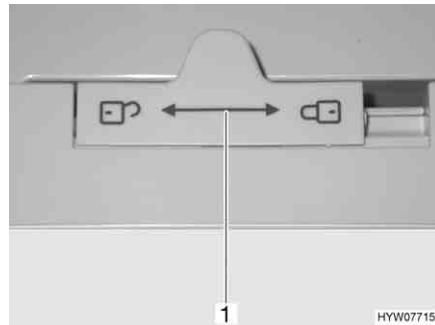

Fig. 154 Bloccaggio della porta del frigorifero (serie Dometic 7)
- Spostare il dispositivo di bloccaggio (Fig. 154,1) verso sinistra "✉".
- Spostare il dispositivo di bloccaggio (Fig. 154,1) completamente verso destra "✉".